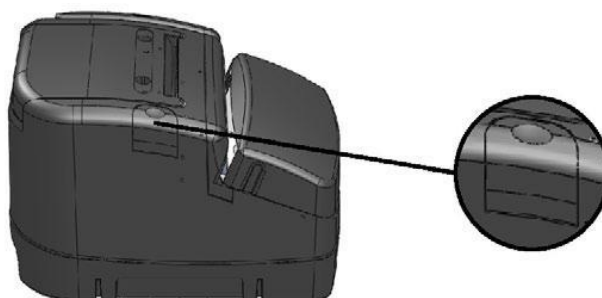

Figura 3: Botão de destravamento da tampa superior
- Destrave a tampa superior da impressora, pressionando o botão indicado na Figura 3.